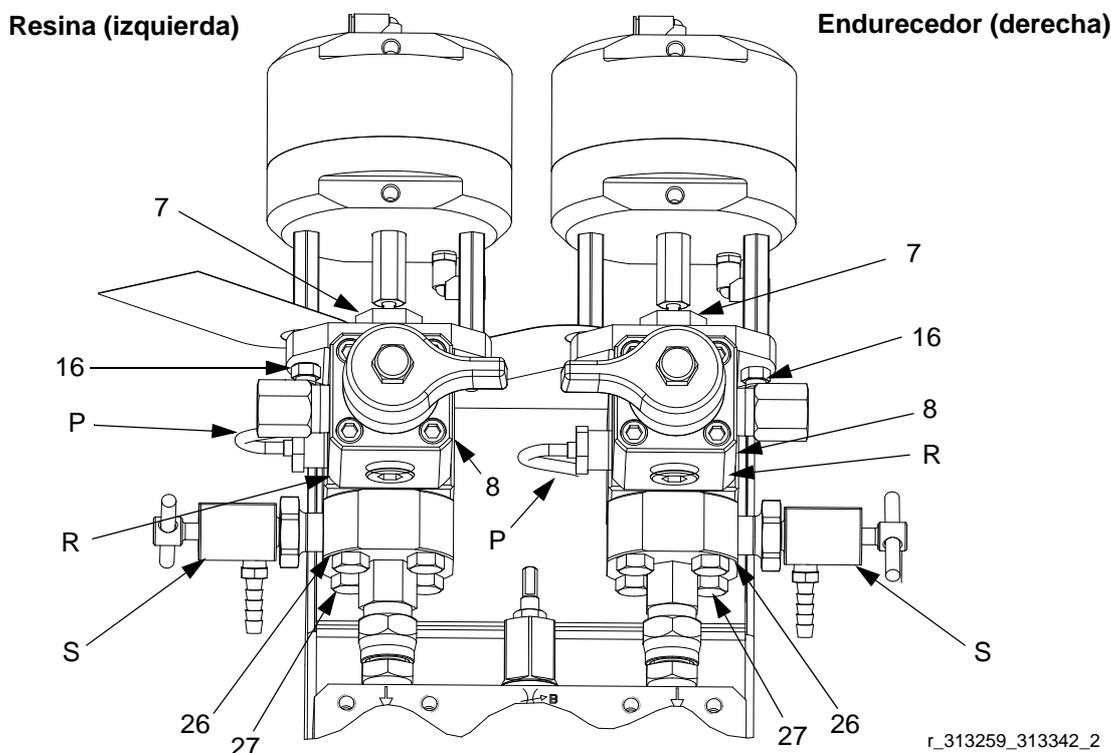

FIG. 1: Orientación de la válvula 255478 dosificadora de endurecedor y resina
2. *Válvula dosificadora de resina (lado izquierdo):* Quite los tornillos (27) y gire la carcasa del asiento (26) 90° de modo que los puertos laterales estén orientados a la izquierda de la válvula de muestreo (S) y a la parte trasera del sensor de temperatura (que no se muestra). Consulte FIG. 1.
3. *Válvula dosificadora de endurecedor (lado derecho):* Si es necesario, quite los tornillos (27) y gire la carcasa del asiento (26) 90° de modo que los puertos laterales estén orientados hacia la derecha